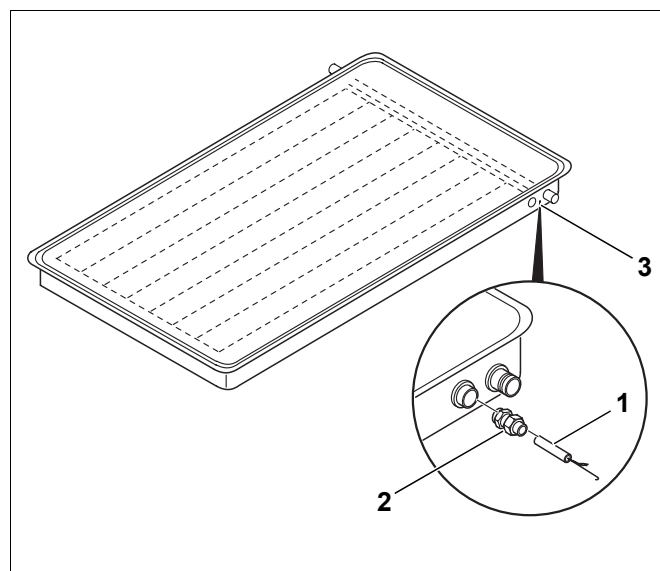
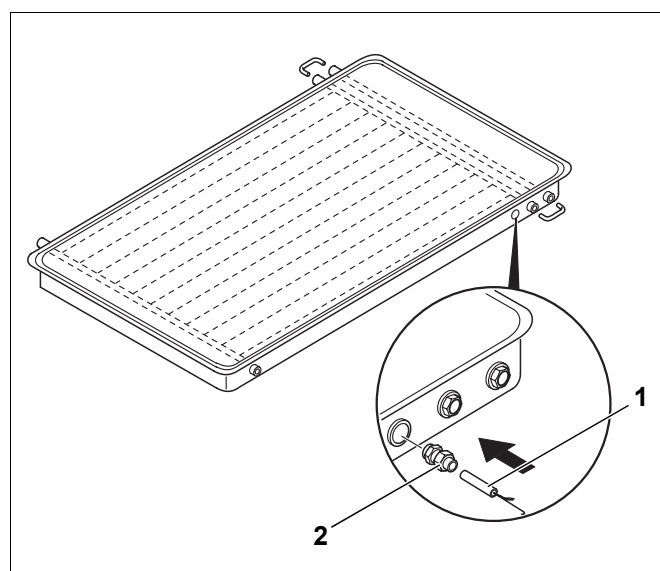

Fig. 3 Colector Logasol SKN
Fig. 4 Colector Logasol SKS
La sonda del colector FSK está embalada junto con el módulo solar. La secuencia de montaje es idéntica para los dos colectores Logasol SKN (Fig. 3) y Logasol SKS (Fig. 4).
- Insertar la sonda de colector (Fig. 3 und Fig. 4, **Pos. 1**) en el manguito de inmersión para la sonda situado arriba a la derecha del último colector (Fig. 3, **Pos. 3**).
- Para la descarga de tracción, asegurar la sonda apretando la unión roscada (Fig. 3 und Fig. 4, **Pos. 2**). La sonda tiene que estar firmemente y sin juego en el manguito de inmersión.